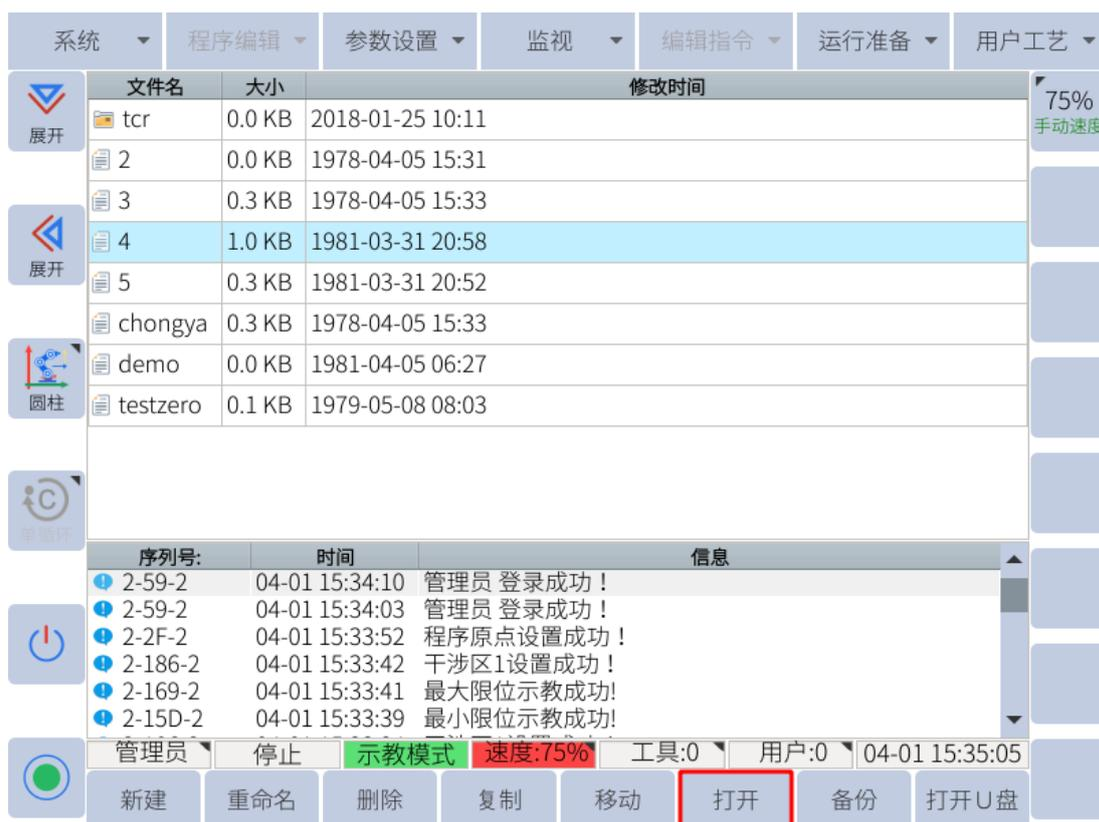

图 6-29 : 打开程序文件
要打开现有文件，选择程序并单击“打开”将程序打开到程序编辑界面（图 6-29）。
- 打开：选择程序，点击“打开”，打开程序进入程序编辑界面，如图 6-29。